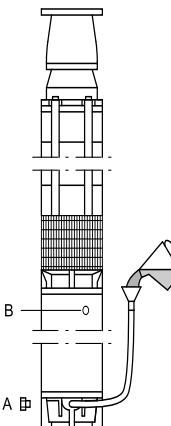

Fig. 4
- Placér dykpumpen som vist på fig. 4.
- Demontér skruen (A) i påfyldningshullet og montér studsen med rør og tragt, som leveres med motoren.
- Demontér udluftningsskruen (B), så eventuel luft i motoren kan slippe ud.
- Stop påfyldningen. Montér skruen (B) i udluftningsstudsen og afgag rør og tragt. Montér skruen (A) i påfyldningshullet.